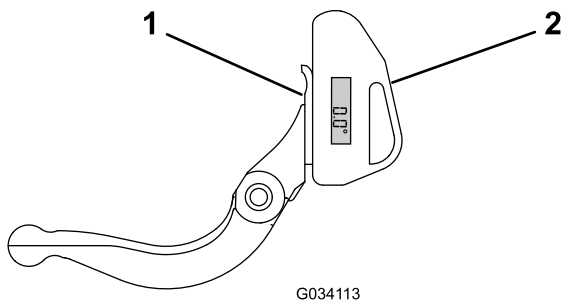

Figura 22
1. Posizionate il goniometro sul lato inferiore della controlama, come illustrato nella Figura 22.